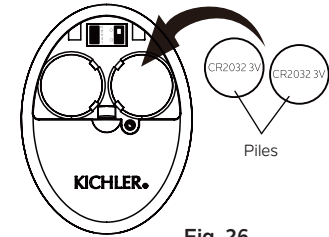

Fig. 26
Étape 3. Pour rendre le ventilateur opérationnel, installez deux piles 3V CR2032 (incluses). (Fig. 26)